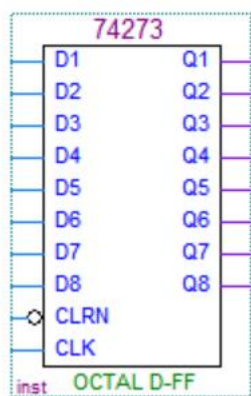
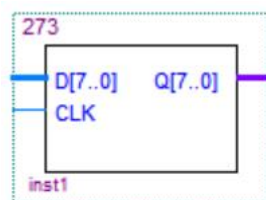

图 4-2 元器件库中的 74273
图 4-3 修改后的 273
- 2、修改 Quartus II 元器件库中的 74273 寄存器（如图 4-2 所示）的逻辑功能和外观，生成用户自定义框图符号 273（如图 4-3 所示）。
用户可以在库中元件的基础上修改元件的逻辑功能和外观生成符合需要的用户自定义元件，生成用户定义的框图符号。在 BUS.bdf 文件中插入寄存器元件 74273（点击工具栏上的按钮 , 进入元件库，在 Name 中输入 74273），如图 4-2 所示。然后双击 74273 框图符号，打开 74273.bdf 文件（read only），然后可以修改 74273 的逻辑电路，清零输入端（CLR_N）接 VCC，使 74273 具有一个 8 位总线输入引脚和一个 8 位总线输出引脚。如图 4-3 所示。完成后将 74273.bdf 另存为 273.bdf。保存文件后，选择主菜单 files→Create/Update →Create Symbol Files for Current File，生成 273.bsf 文件。将三个 273